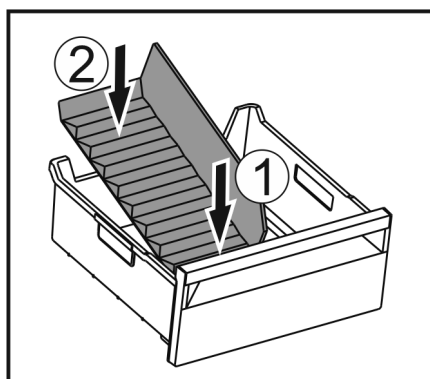

Fig. 35
- ▶ Włożyć najpierw separator z przodu Fig. 35 (1).
- ▶ Opuścić tylną część Fig. 35 (2).